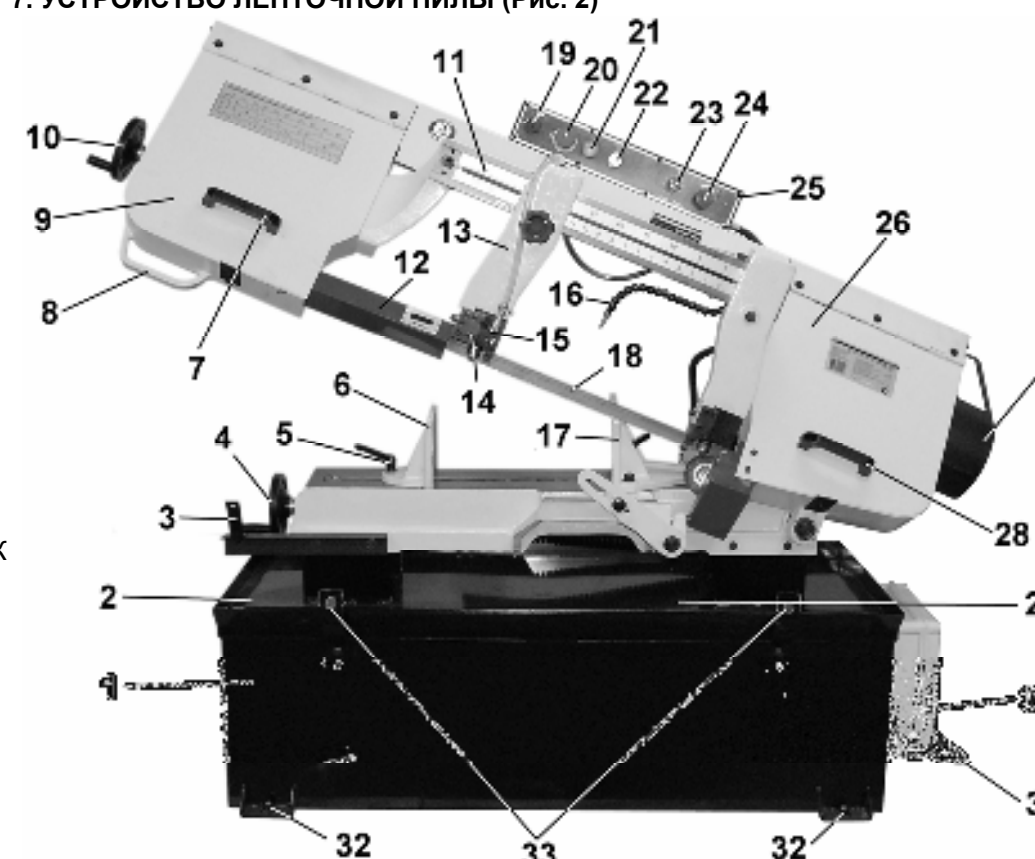

Рис. 2
## 7. УСТРОЙСТВО ЛЕНТОЧНОЙ ПИЛЫ (Рис. 2)
- 8.3.2. Как показано на Рис.2, установите съёмный поддон (29) для сбора металлической стружки.